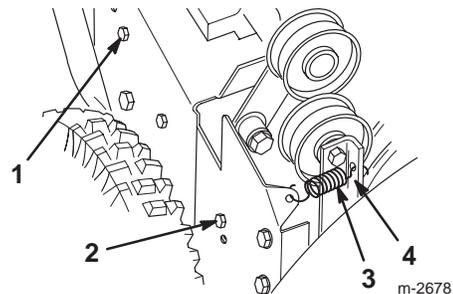

Bild 24
2. Schraube (3)
4. Lockern Sie die Bremsarmgruppe der Schnecke, indem Sie die hintere Schraube lösen und die vordere Schraube entfernen (Bild 24).
5. Entfernen Sie die Spannscheibenfeder (Bild 24). Lassen Sie die Bremsarmgruppe frei hängen, aber so, dass sie aus dem Weg ist.